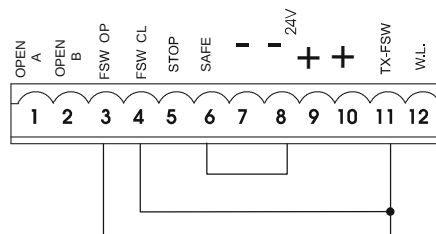

Fig. 26
N.B. Als er geen veiligheidsvoorzieningen worden gebruikt, moeten de klemmen worden overbrugd zoals op fig. 26.
Nota bene: als er geen veiligheidsvoorzieningen bij opening worden aangesloten, moet een brug worden aangebracht tussen de klemmen **FSW OP** en **-TX FSW** (fig. 26).
Nota bene: als er geen veiligheidsvoorzieningen bij sluiting worden aangesloten, moet een brug worden gemaakt tussen de klemmen **FSW CL** en **-TX FSW** (fig. 26).
Nota bene: als er geen veiligheidsvoorzieningen "veiligheidslijst" worden aangesloten, moet een brug worden gemaakt tussen de klemmen **SAFE** en **-** (fig. 26).